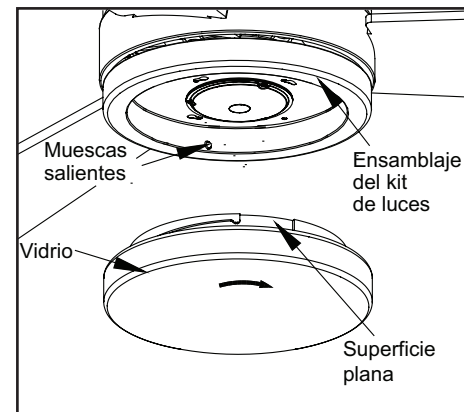

Figura 14
3. Coloca el tazón de vidrio dentro del conjunto del soporte kit de luces alineando las tres áreas planas en la parte superior del tazón de vidrio con las tres muescas salientes en la carcasa del kit de luces. Gira la pantalla de vidrio hacia la derecha hasta que se detenga. (Figura 14)